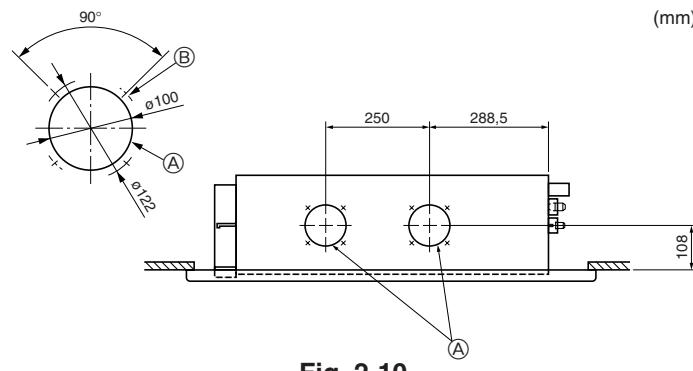

Fig. 2-10
2.5. Abertura de entrada de ar fresco (Fig. 2-10)